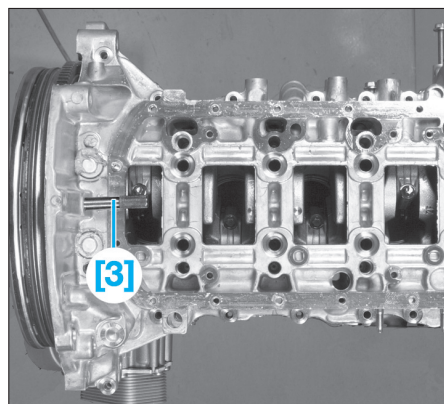

Fig. 5
- Insérer la pige de blocage [3] du volant moteur (Fig.5).
- Immobiliser le volant moteur avec le même outil que celui utilisé à la dépose (3) (Fig.5).